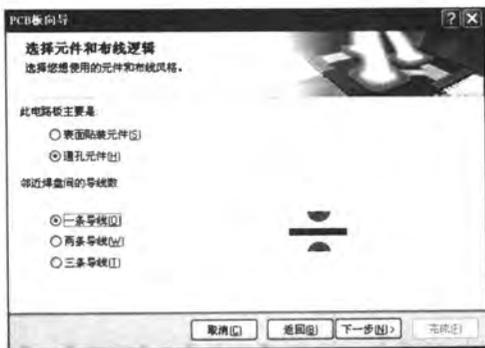

图 8-25 选择元器件和布线逻辑
- [8] 单击 **下一步(N) >** 按钮，进入选择元器件和布线逻辑窗口，用于设置所设计的 PCB 是以表贴元器件为主还是通孔元器件为主，以及是否要将元器件放置在电路板的两面。选择【通孔元器件】单选按钮，邻近焊盘间的导线数则设置为【一条导线】，如图 8-25 所示。